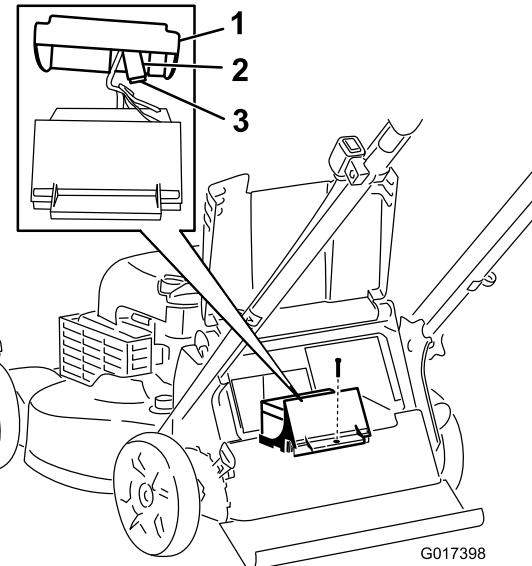

Figura 37
3. Retire el tornillo que sujeta el compartimento de la batería, tire de la batería hacia fuera y localice el fusible (Figura 37).
4. Cambie el fusible del portafusibles (Figura 37).